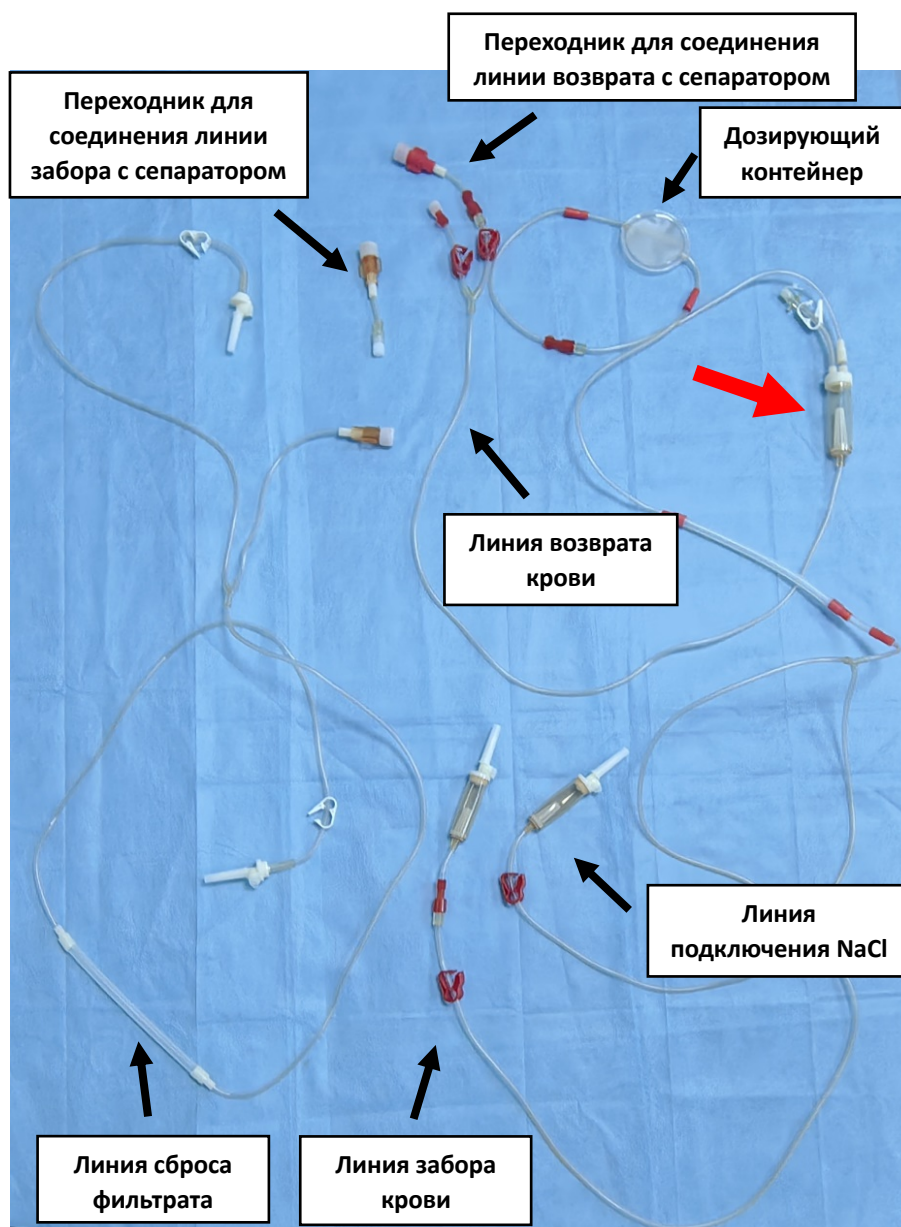

Рисунок 1.2.
- 2.2 Расположите элементы магистрали на стерильной поверхности. Найдите на линии возврата воздушную ловушку (отмечена красной стрелкой на рис. 1.2)